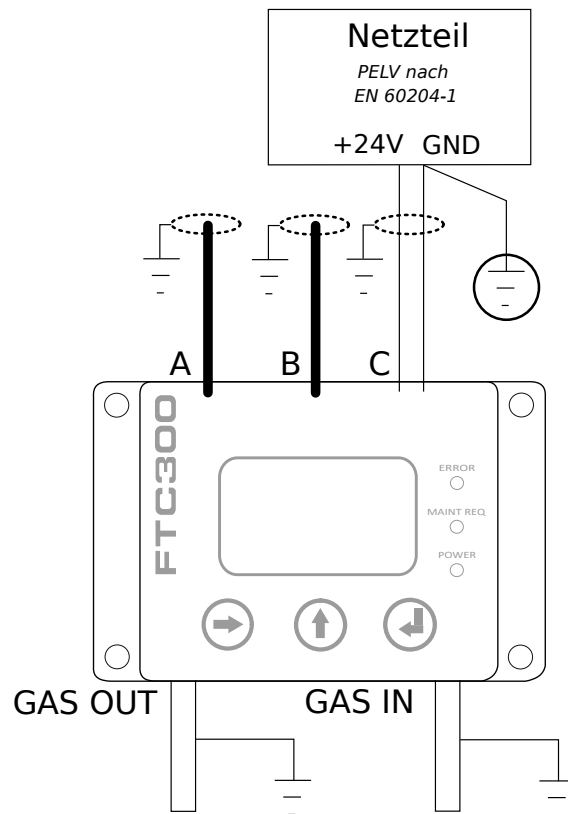

Abbildung 3.3: Erdung des FTC320
Für die elektrische Installation von Maschinen ist nach EN 60204-1 festgelegt, dass der versorgende PELV-Stromkreis an einem Punkt mit der Schutzterde (PE) zu verbinden ist. Wie in Abbildung 3.3 dargestellt, darf nur der Masseleiter mit PE verbunden sein. Die Kabelschirmungen der Kabel A, B, C sind auf der Funktionserde zu verbinden. Je nach örtlicher Gegebenheit sind auch die Gasanschlüsse zu erden. Es empfiehlt sich, die Anschlüsse mit niederohmigen, also kurzen Leitungen mit großem Durchmesser, zu verbinden. Der Erdkontakt sollte möglichst an einem Sternpunkt erfolgen.